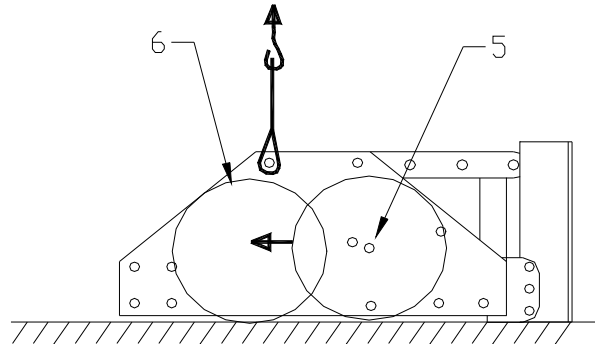

Fig. 2.
4. Placez la machine horizontalement sur un sol plat, comme indiqué dans la fig. 2.
La figure 2 représente quelques éléments importantes du LEVEL-SPIKE